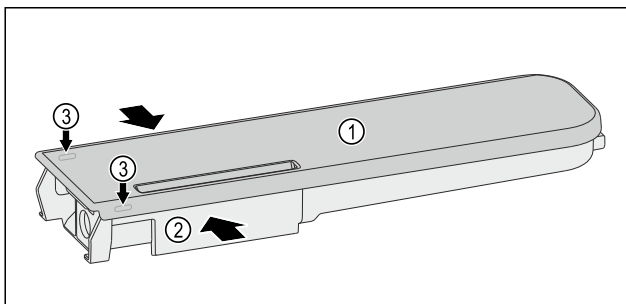

Fig. 141
- ▶ Wasserbehälter Fig. 141 (2) zusammendrücken und Deckel Fig. 141 (1) vorsichtig über die Rastnasen Fig. 141 (3) hebeln und hochziehen.
- ▶ Deckel Fig. 141 (1) leicht hin- und herbewegen und nach oben entnehmen.